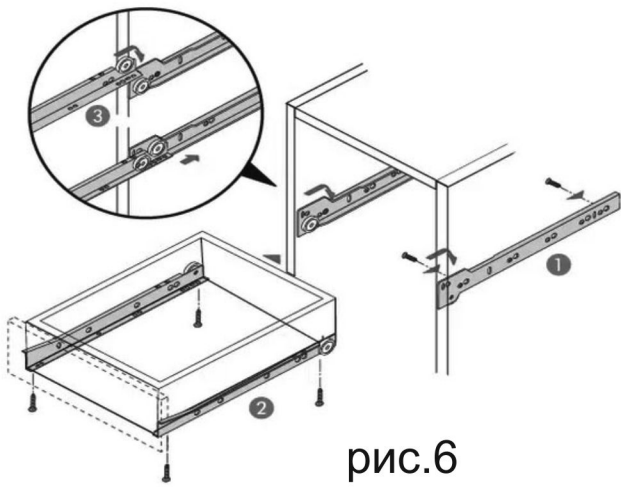

рис.6
- 13) Роликовые направляющие крепим снизу саморезами 3,5x16 (т). Ролики должны быть сзади ящика (рис. 6).